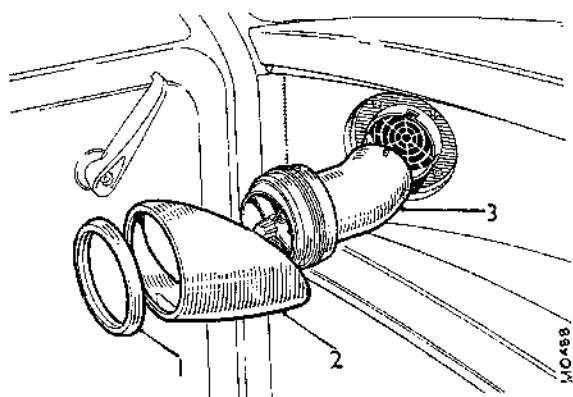

Fig. Rb.2
- (1) Desarroscar el anillo de retención de la moldura del regulador y quitar la moldura (Fig. Rb.2). Girar hacia la izquierda el regulador de ventilación y sacarlo.